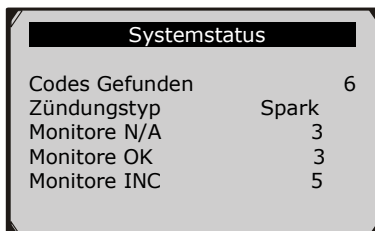
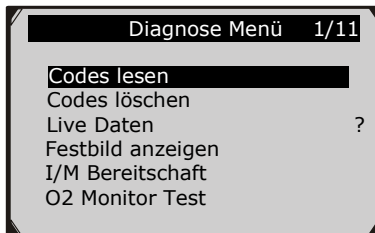

Abbildung 5.2
Abbildung 5.4
- 9) Anzeigen der Zusammenfassung des Systemstatus (MIL Status, DTC zählt, Monitor-Status) auf dem Bildschirm. (Abbildung 5.2) Warten Sie ein paar Sekunden oder drücken Sie eine beliebige Taste um Diagnose-Menü (Abbildung 5.4) zu öffnen.
- 1) Benutzen Sie die die **AUF/RUNTER** Tasten um **Löschen von Codes** von **Diagnosemenü** auszuwählen und drücken Sie die **OK** Taste. (Abbildung 5.4)
- 1) Um **Live-Daten** anzuzeigen verwenden Sie die **AUF/RUNTER** Tasten um **Live-Daten** aus **Diagnosemenü** auszuwählen und drücken Sie die **OK** Taste. (Abbildung 5.4)